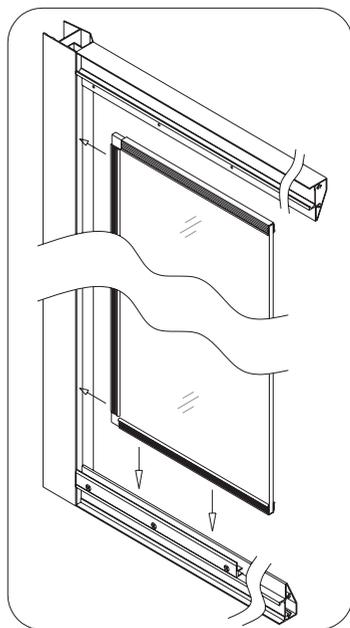

Рис. 10
8. Вставьте собранную стационарную панель в корпус профиля. См. рис. 10 для более подробной информации.